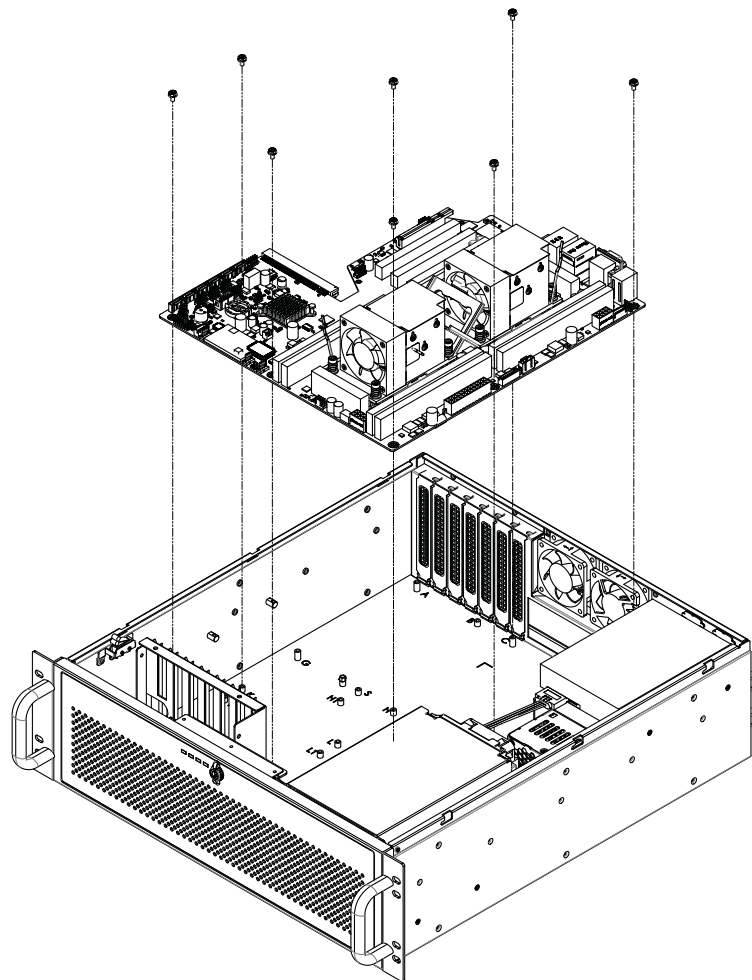

Figure 2.4 Installing a Motherboard/ 安装母板 / 安装主機板
2. Attach the motherboard I/O shielding onto the rear plate first. Then fasten the motherboard onto the chassis. (see Figure 2.4)
2. 将母板的 I/O 屏蔽衬垫放在后面板上，然后把 motherboard 固定在机箱上（如图 2.4 所示）。